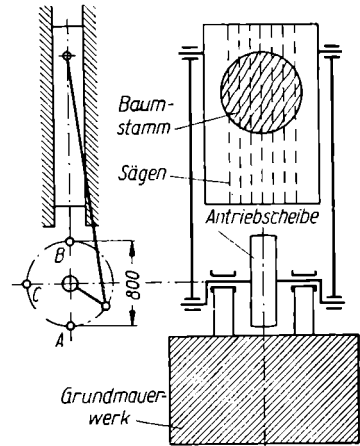

Bild 74
99. Bei einer Sägemaschine, die Baumstämme in Bretter zerschneidet, wird das 230 kp schwere Sägegatter durch Kurbelantrieb mit 800 mm Hub und 120 U/min senkrecht auf- und abbewegt. Die beiden Schubstangen (Bild 74) wiegen zusammen 50 kp und sind 1800 mm lang. Wie groß ist die senkrechte Belastung des Grundmauerwerks durch die bewegten Massen a) bei tiefster Kurbelstellung A? b) bei höchster Stellung B? c) bei mittlerer Stellung C?